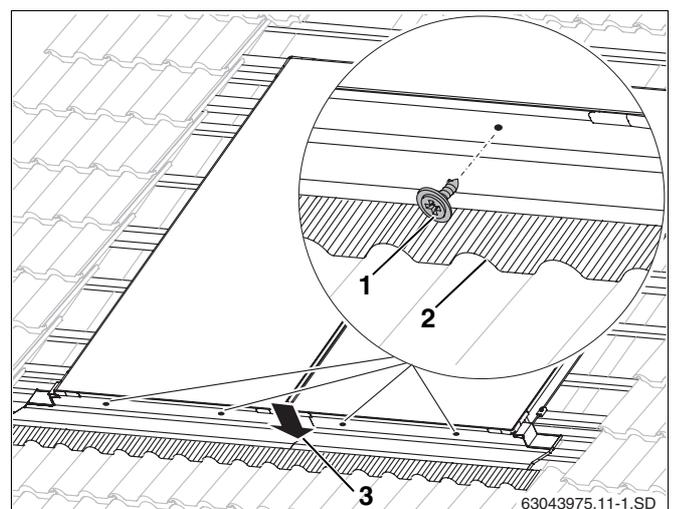

Abb. 48 Befestigung der unteren Bleche
- Die Bleche in den Körnungen mit Schrauben (12 mm lang, Abb. 48, **Pos. 1**) und Dichtscheiben befestigen.
- Das oben liegende Abdeckblech auf das unten liegende andrücken (Abb. 48, **Pos. 3**).
- Bleischürzen im vorderen Bereich vorsichtig der Dachfannenkantur (Abb. 48, **Pos. 2**) anpassen.